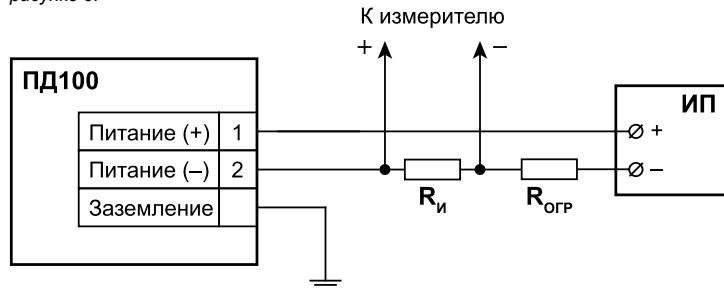

Рисунок 6 – Схема подключения
* Сопротивление нагрузки зависит от напряжения питания (см. рисунок 6).